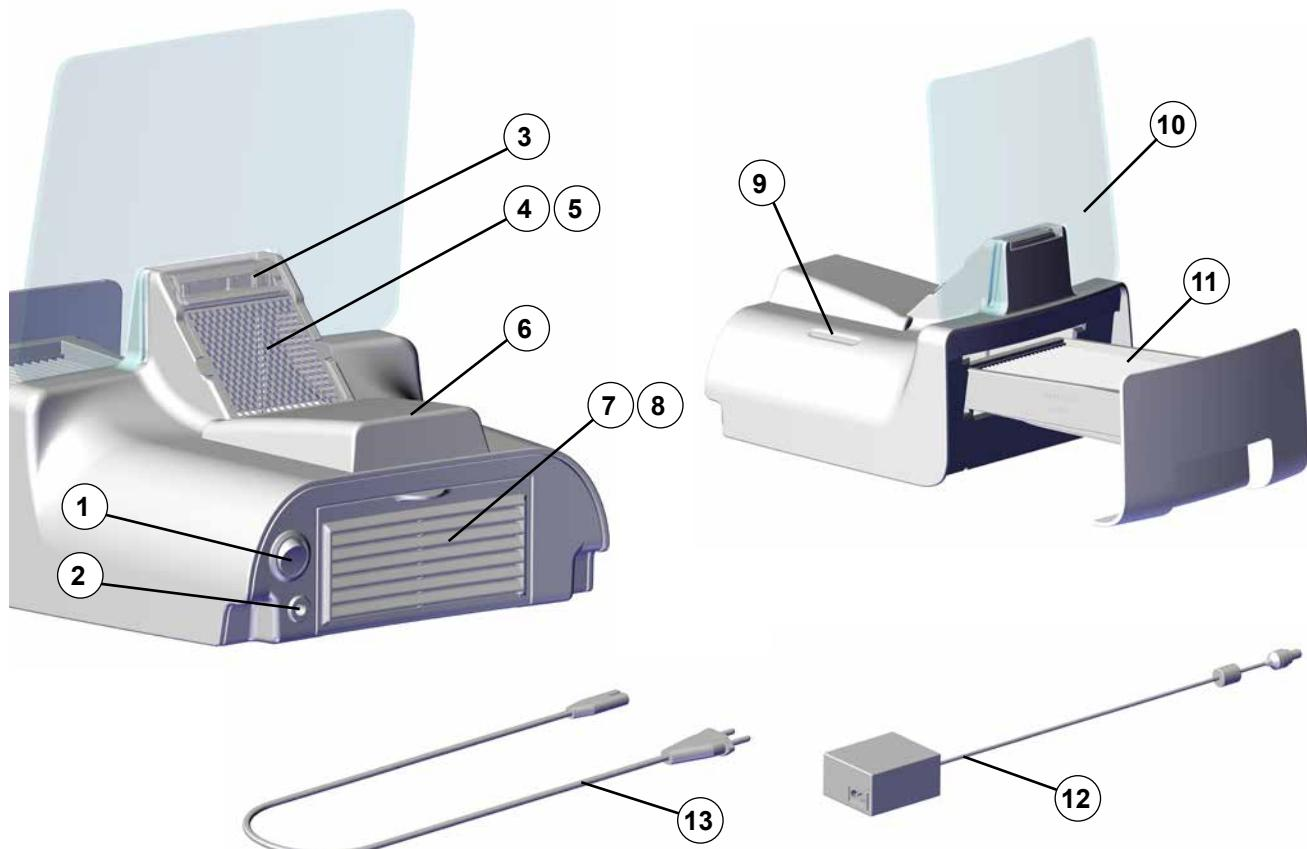

Рис. 1
- ⇒ Оборудование следует выключать с помощью выключателя Вкл. / Выкл. (1, Рис. 1).
- ⇒ Вставьте сетевой кабель (13, Рис. 1) в зарядное устройство (12, Рис. 1).
- ⇒ Вставьте зарядный штекер в разъем для зарядки (2).
Оборудование включается и выключается с помощью выключателя Вкл.-Выкл.(1, Рис. 1).